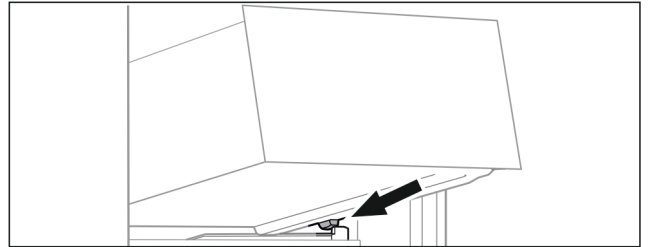

Fig. 55
- ▶ Встановити висувний ящик за стопорами на ребро для резервуару навскоси. (див. Fig. 55)